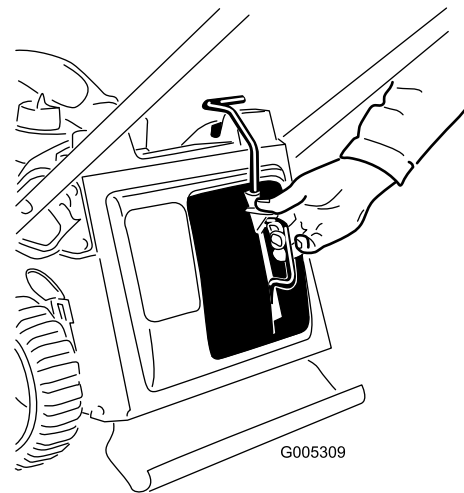
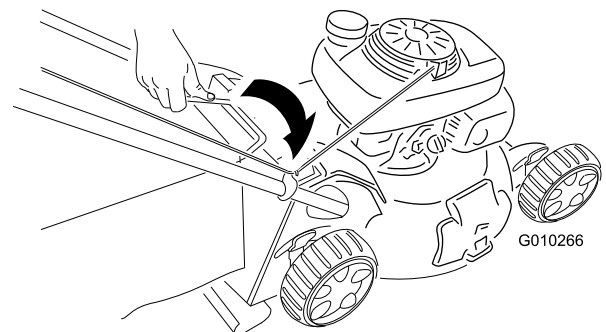

Bild 16
Bild 17
1. Setzen Sie den Mulchverschluss (Bild 16) oder den Fangkorb (Bild 17) an der Maschine ein.